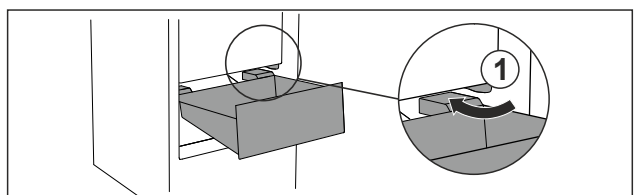

Fig. 72
- ▶ Poprowadzić szufladę ukośnie wokół stoperów Fig. 72 (1).